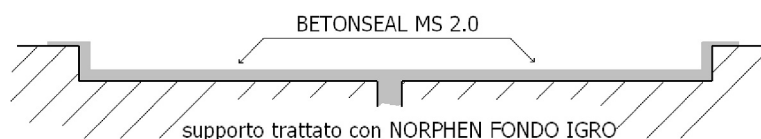

Fig. 4
- Dopo 15-20 minuti applicare il sigillante BETONSEAL MS 2.0 sul supporto trattato (vedi Fig. 4).